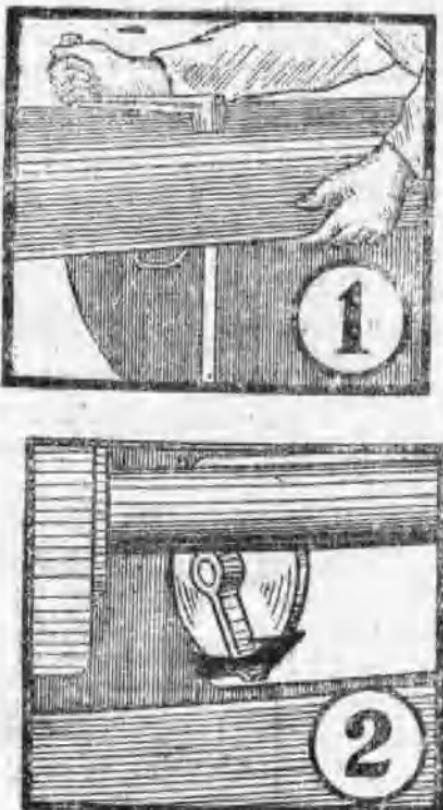

图2 起动机的起动
(1) 在开动时，首先将摇把套在起动机手摇起动装置的轴上，用右手将摇把抓住后（右手大姆指不可抓住摇把），缓慢摇动到压缩行程感到有压力时，再急速转动。
(2) 不可用摇把做連續迴轉搖動。开动起动机时，驾驶员要站稳如图 2 示。在正常状态下，起动机摇轉两三圈后就能发动。有时不易发动的原因，多为燃油质量不好，或起动机各部調整不适当。